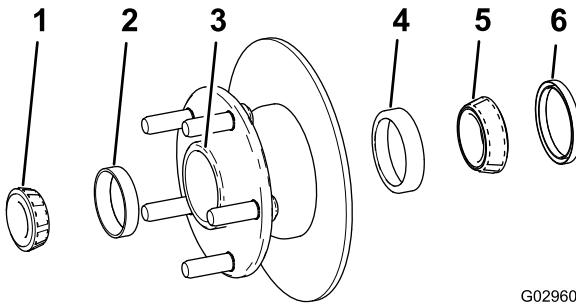

Figura 34
- Retire el cojinete exterior y el anillo de rodadura del cubo (Figura 34).
2. Retire la junta, el cojinete interior y el anillo de rodadura del cubo (Figura 34).
5. Limpie el hueco del cubo para eliminar cualquier resto de grasa, suciedad y residuos (Figura 34).
7. Instale los anillos de rodadura interior y el exterior del cojinete en el cubo (Figura 34).
8. Llene el hueco del cubo hasta un 50-80% de su capacidad con grasa del tipo especificado (Figura 34).
9. Monte el cojinete interior sobre el anillo en el lado interior del cubo e instale la junta (Figura 34).